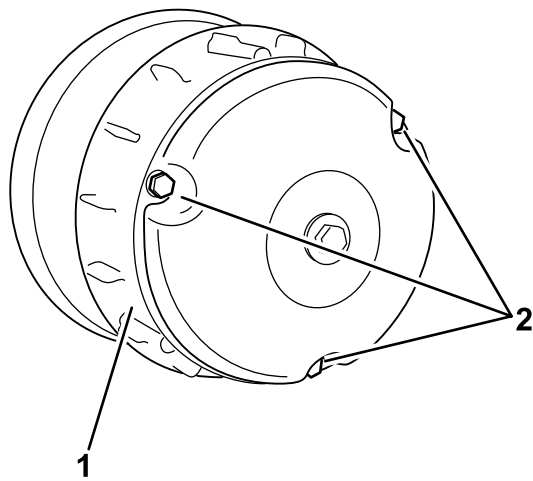

Figure 50
1. Retirez les 3 boulons qui fixent le couvercle de l'embrayage et déposez le couvercle (Figure 50).
- Posez le couvercle d'embrayage et fixez-le avec les 3 boulons (Figure 50) que vous avez retirés à l'opération 1.